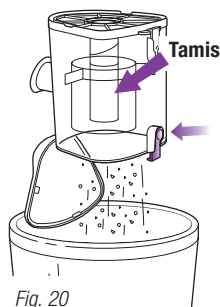

Fig. 20
- 3 Si nécessaire, mettre le récipient à poussière à l'envers au-dessus de la poubelle et presser le bouton de dégagement de la porte supérieure. **(Fig. 20)** Tapez doucement pour le vider.